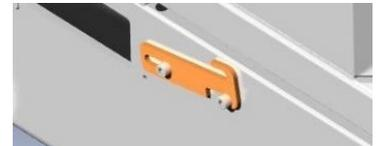

Abb. 3
3. Bringen Sie den Sicherheitshaken in die Verfahrposition (Abb. 3).